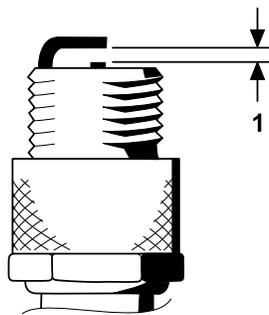

图31
4. 如**图31**所示将中心电极与侧电极之间的空隙设置为0.76mm。